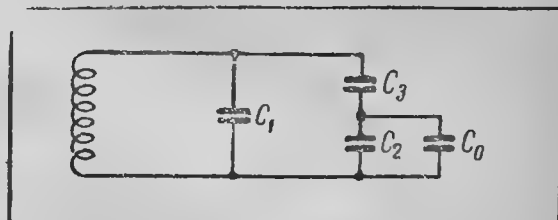

Рис. 5
1) Удлиняющий конденсатор включается параллельно катушке (рис. 5).